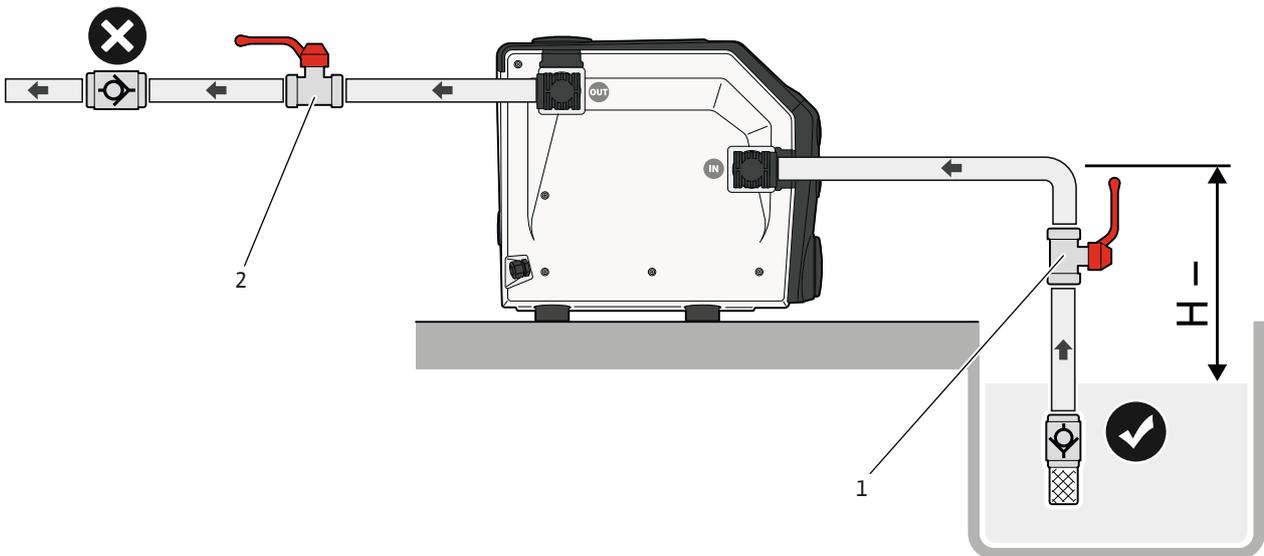

Fig. 7: Imutila
1. Sulje sulkuventtiilit (Fig. 7, pos. 1, 2) imu- ja painepuolella.